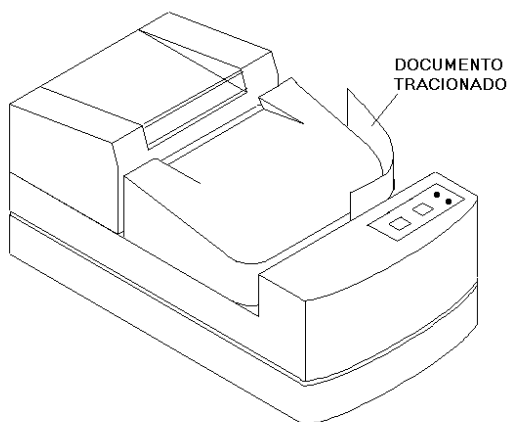

Figura 15 – Tracionamento e leitura dos documentos
2. O sistema de tracionamento motorizado puxa automaticamente o documento através da fenda para leitura (figura 15).